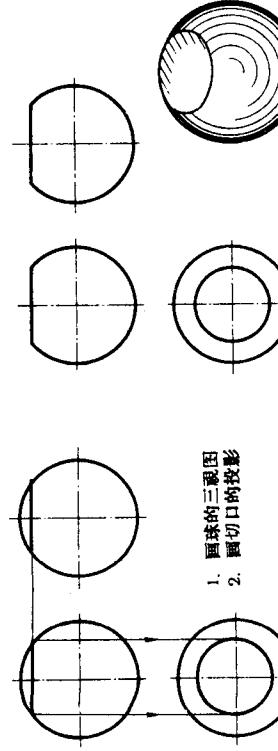

图 1-47 平面切球的三视图
5) 球上切平, 球中穿孔: 用平面切球, 切口是个圆。若切平面与水平平行时, 切口在水平面上的投影是个圆, 其余两个投影都是直线。画图先画投影为直线的视图, 如图 1-47。按切口的高度在主视图上画一直线, 它与圆周(球的投影)交于两点, 这两点之间的线段长度等于圆切口的直径, 向俯视图投影, 即可画出俯视图上的圆(切口的投影)。圆球正中穿圆孔时, 穿口处的交线是个圆, 是圆柱孔的顶和底。若圆柱孔的中心线与水平面垂直, 穿孔在水平面上的投影是个圆, 其余两个投影都是个长方框, 方框的上下边是穿孔处交线的投影, 方框的左右边是孔的轮廓(虚线)。画图时先画水平面上的投影, 然后向主、左视图投影,